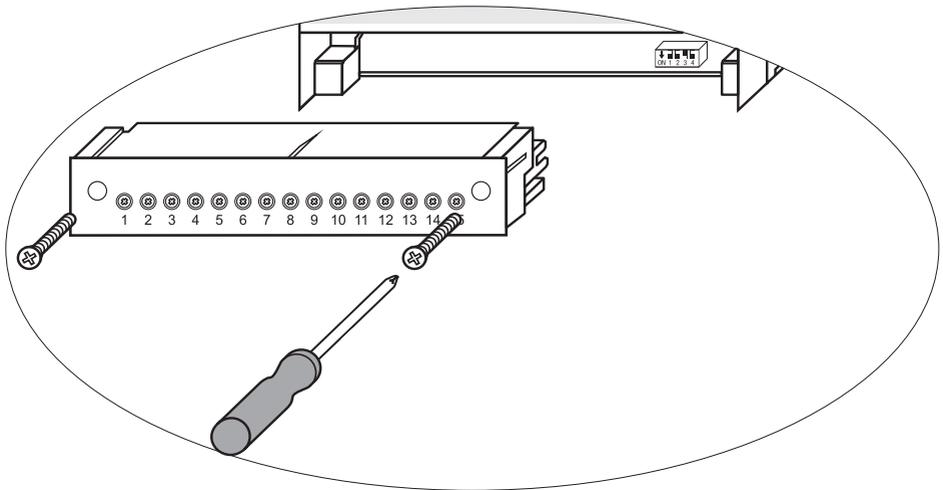

Fig. 47
- Afloje los tornillos de fijación izquierdo y derecho. Ver Fig. 47